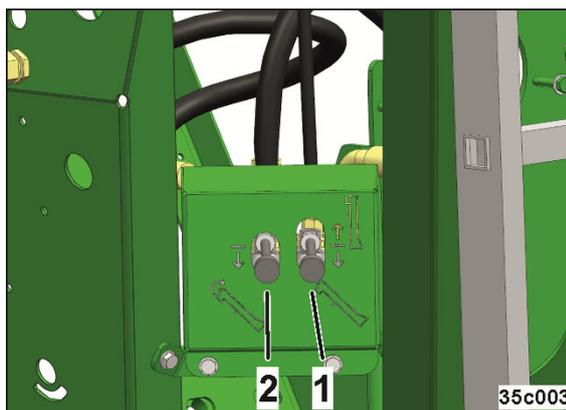

Fig. 248
4. Schneckenausklappung betätigen (Fig. 248/1)
5. Vorratsbehälter befüllen (Fig. 248/2)